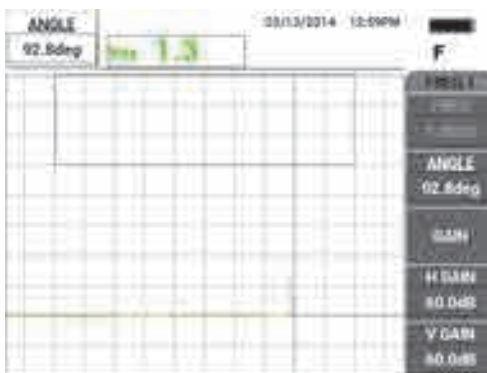

Рис. 5-92 Настройка угла отрыва до горизонтального положения
8. Нажмите клавишу ANGLE ()⁶, настройте угол отрыва до горизонтального положения (см. Рис. 5-92 на стр. 197).